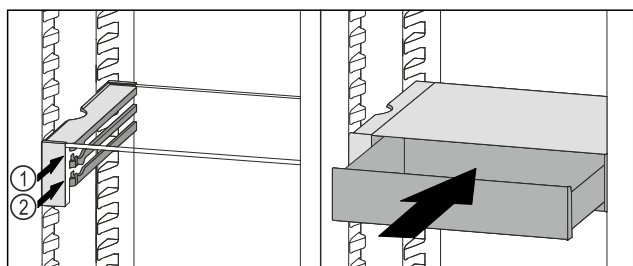

Fig. 134
- VarioSafe-Schubfach hinter den Stoppern auf gewünschter Rippe Fig. 134 (1) oder Fig. 134 (2) aufsetzen.